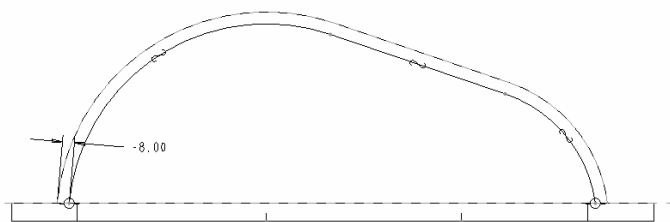

图 4.3.23 通过偏移创建其余的图元
(9) 用 (8) 介绍的方法创建如图 4.3.23 所示的图元，偏距值均为“-8”，然后绘制和底边轮廓对齐的直线，将偏移创建的图元连接起来，绘制的直线如图 4.3.24 所示。单击【草图工具】工具栏中的  按钮完成截面绘制。